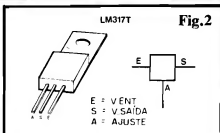

Fig.2
- FIG. 2 - O INTEGRADO LM317-T - Assim como o já mencionado Regulador de Tensão 7805 (e toda a série "78XX" e "79XX"...), o Integrado